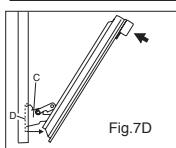

Fig.7D
- 5) Usando entrambe le mani, spingere leggermente lo sportello verso l'interno del forno in modo che le cerniere dello sportello "C" escano dalle fessure "D". (vedere fig. 7D) e tirare lo sportello verso di sé fino a separarlo dal forno.